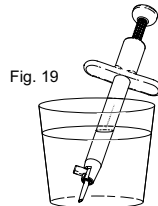

Fig. 19
4. L'injecteur entièrement assemblé est placé pointe vers le bas dans un récipient contenant une BSS pour maintenir la lentille hydratée. (Fig. 19)